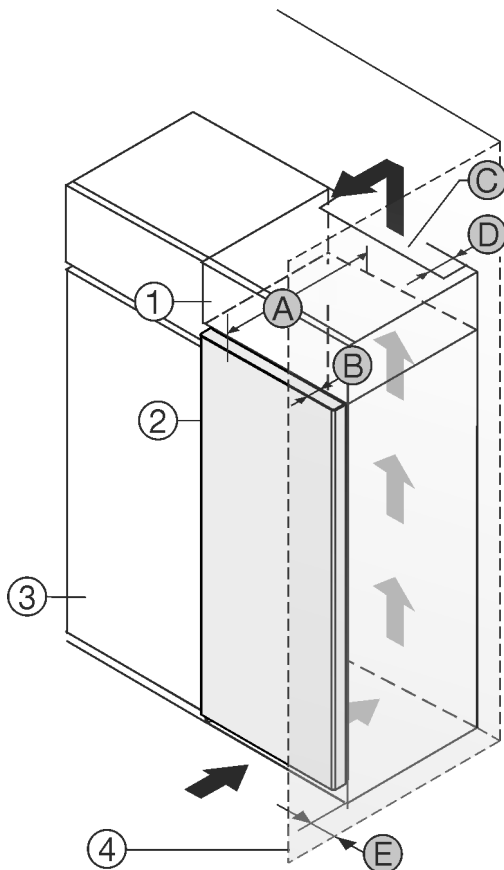

Fig. 1
- (1) Επικαθήμενο ντουλάπι *
- (2) Συσκευή *
- (3) Ντουλάπι κουζίνας *
- (4) Τοίχος *
- (A) Βάθος συσκευής *
- (B) Βάθος πόρτας *
- (C) Διατομή αερισμού *
- (D) Απόσταση πίσω πλευράς συσκευής *
- (E) Απόσταση από το πλάι της συσκευής *
Μπορείτε να τοποθετήσετε τη συσκευή ακριβώς δίπλα από το ντουλάπι κουζίνας Fig. 1 (3)*.
Στην πίσω πλευρά του επικαθήμενου ντουλαπιού πρέπει να υπάρχει ένα κενό εξαγωγής αέρα με βάθος Fig. 1 (D) σε όλο το πλάτος του επικαθήμενου ντουλαπιού.*
Κάτω από την οροφή του δωματίου πρέπει να τηρείται η διατομή εξαερισμού Fig. 1 (C)*.
Εάν τοποθετήσετε τη συσκευή με τους μεντεσεδες δίπλα σε κάποιον τοίχο Fig. 1 (4), τότε πρέπει η απόσταση ανάμεσα στη συσκευή και στον τοίχο να ανέρχεται σε τουλάχιστον 13 mm.*
Εάν τοποθετήσετε τη συσκευή με τους μεντεσεδες δίπλα σε κάποιον τοίχο Fig. 1 (4), τότε πρέπει η απόσταση ανάμεσα στη συσκευή και στον τοίχο να ανέρχεται σε τουλάχιστον 20 mm.*
Για να μπορείτε να ανοίγετε τελείως την πόρτα, πρέπει η συσκευή να προεξέχει κατά το βάθος της πόρτας Fig. 1 (B) από την πρόσοψη του ντουλαπιού κουζίνας. Η συσκευή μπορεί να προεξέχει περισσότερο, ανάλογα με το βάθος των ντουλαπιών κουζίνας Fig. 1 (3) και την χρήση αποστατών τοίχου.*